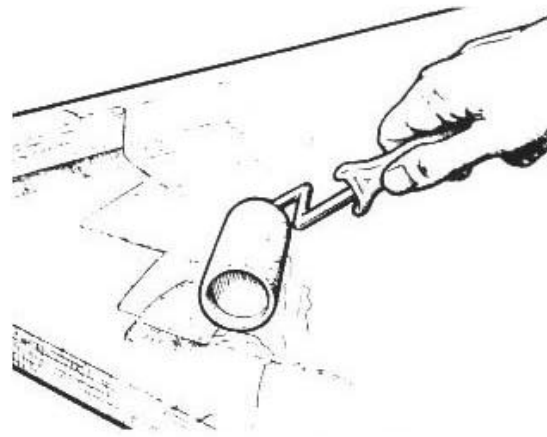

Figura 3-13 Aplique el epoxi/ relleno de baja densidad espesado rellenando los huecos y desigualdades con una espátula de plástico
4. Aplique la mezcla espesada sobre la superficie imprimada con una espátula rellenando huecos y desigualdades. Dé a la mezcla epoxi/relleno la forma deseada dejando que sobresalga un poco sobre el área de alrededor (*Figura 3-13*).